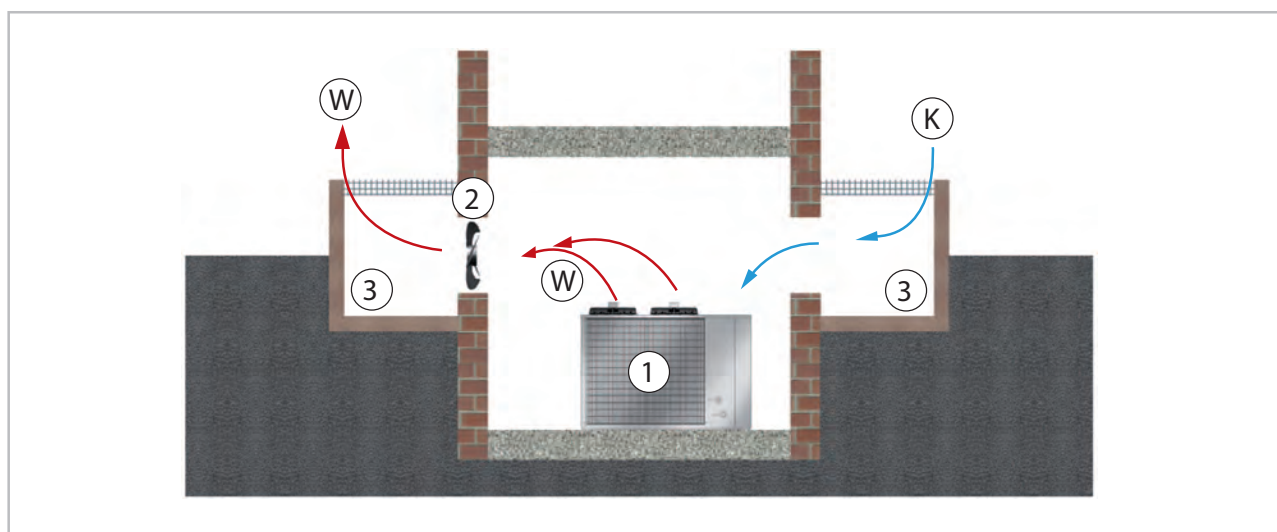

Fig. 18: Installation en extérieur à l'intérieur du bâtiment
- Veillez à garantir une évacuation suffisante de la chaleur lorsque l'unité extérieure est installée dans une cave, sous les combles, dans des pièces annexes ou dans des ateliers (Voir la Fig. 18).
- Installez un ventilateur supplémentaire disposant d'un débit volumétrique d'air identique à celui de l'unité extérieure à monter dans la pièce et pouvant compenser pour les éventuelles pertes de pression additionnelles par des canaux d'air (Voir la Fig. 18).
- Veillez à garantir en permanence une alimentation en air depuis l'extérieur, si possible via des ouvertures suffisamment grandes, situées face à face (Voir la Fig. 18).